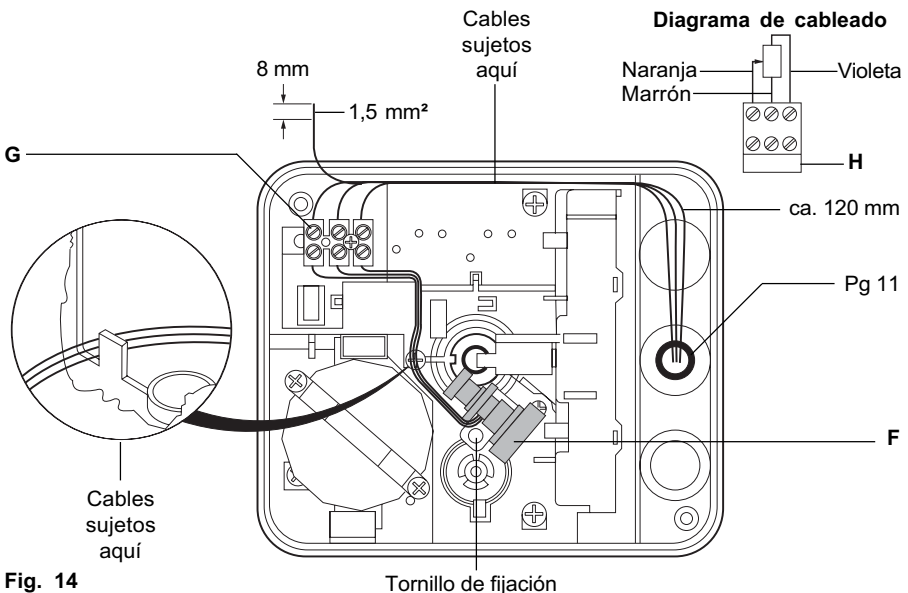

Fig. 14
1. Enroscar, en sentido de las agujas del reloj, el potenciómetro (F) en su eje hasta el fondo usando un destornillador plano.
3. Colocar y fijar el potenciómetro como muestra la Fig. 14.
4. También se suministra una regleta (G) y etiqueta (H) que deberá atornillarse a la base.
6. Conectar los cables del potenciómetro siguiendo el diagrama de la Fig. 14.